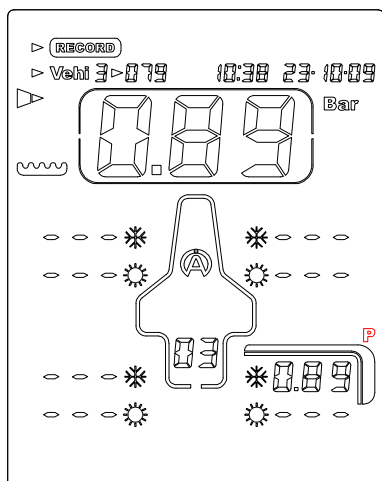

Figure 4
- 5) Appliquez l'embout du Tyrecontrol sur la valve du pneu (figure 4).